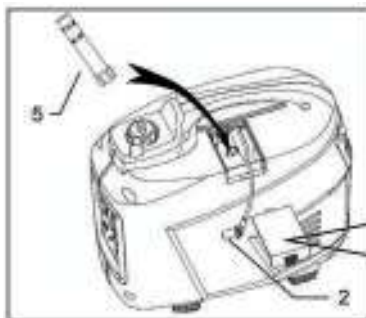
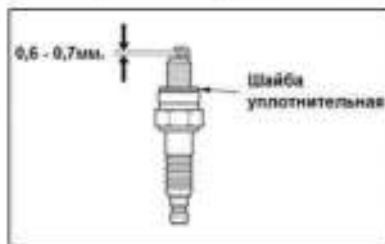

Рис. 25
Рис. 26
- Откройте крышку доступа к свече зажигания, повернув запорный барашек крышки на 90° по часовой стрелке (Рис. 25).
2. Снимите колпачок свечи зажигания и выверните свечу зажигания с помощью свечного ключа (5) (поставляется в комплекте).
4. Проверьте зазор между электродами. Он должен составлять 0.6-0.7мм (Рис. 26). При необходимости отрегулируйте зазор.